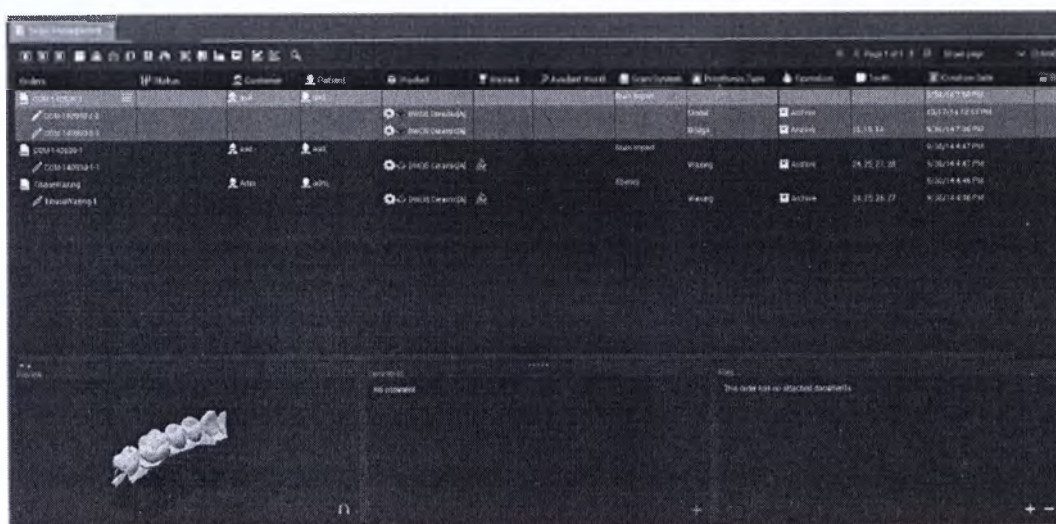

Рис.11
2. Выберите архивирование или резервное копирование заказа (рисунок 11).